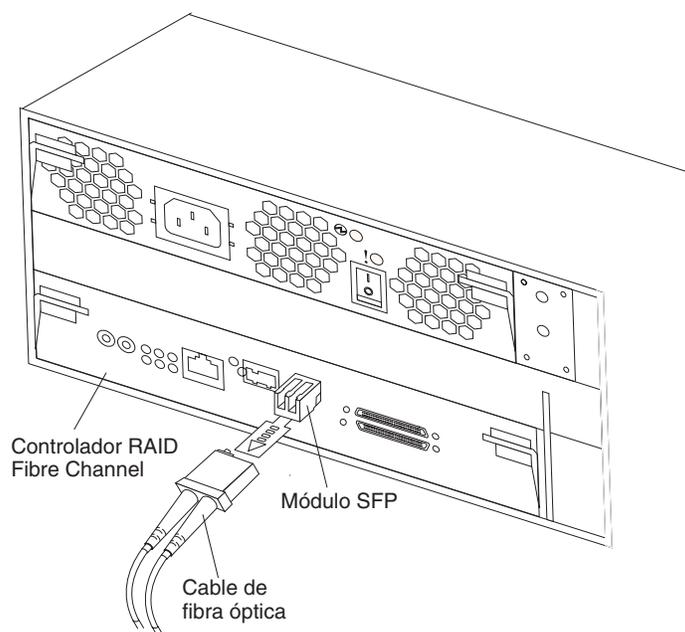

Figura 22. Conexión de un cable de fibra óptica al módulo SFP instalado
3. Conecte el cable de fibra óptica al módulo SFP instalado, como se muestra en la Figura 22.